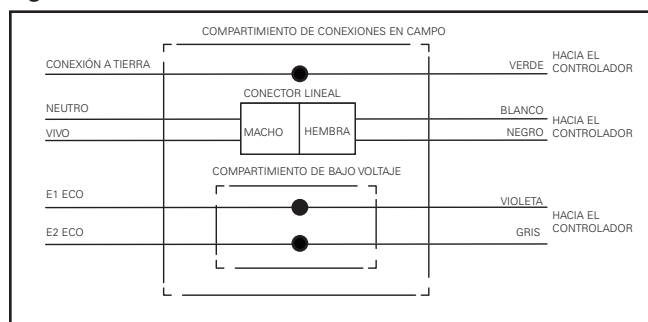

Figura 11.
- d. Para un regulador Lutron de tres hilos, utilice el cable violeta con el terminal E1 y el gris, con el terminal E2 ECO en ESN (Figura 11.). No utilice los cables violeta y gris.